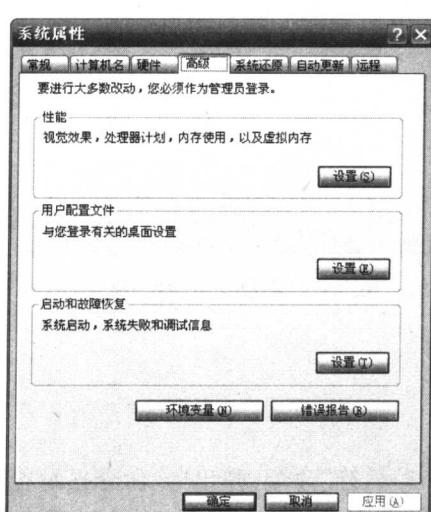

图 1-1 “系统属性”对话框
① 在 Windows 系统上,右击“我的电脑”图标,在弹出的菜单中单击“属性”,弹出“系统属性”对话框,如图 1-1 所示。